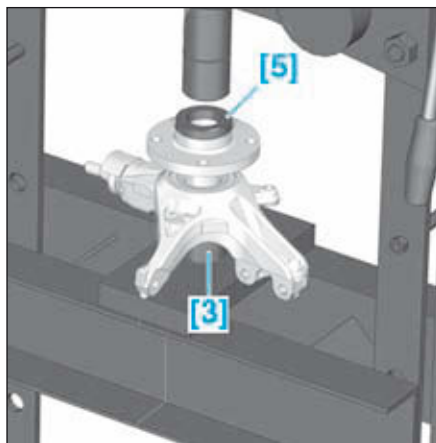

FIG.35
• Reposer, à l'aide d'une presse hydraulique et des outils [3] et [5], le moyeu jusqu'en butée (Fig.35).